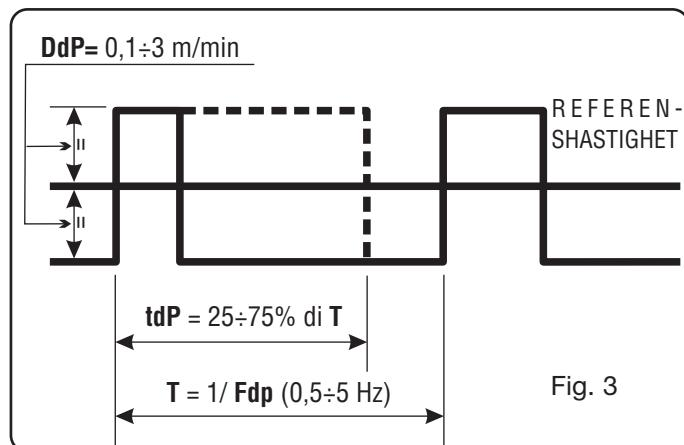

Fig. 3
D) - Vrid på vredet **AI** tills förkortningen **tdP** visas. Detta är varaktigheten för den högsta trådhastigheten, d.v.s. den högsta strömmen. Uttrycks i procent av tiden som har beräknats med frekvensen **Fdp** (fig. 3).